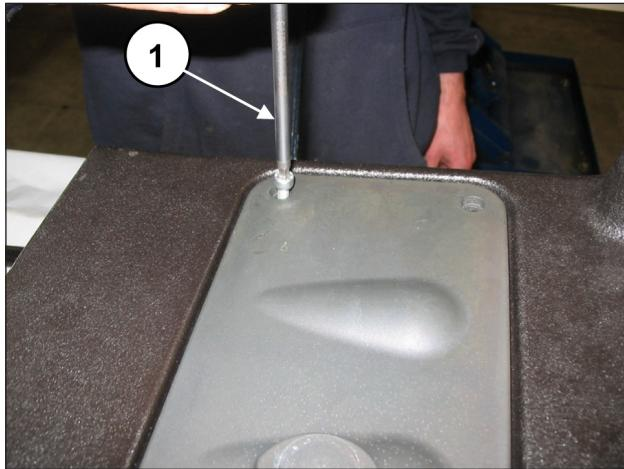
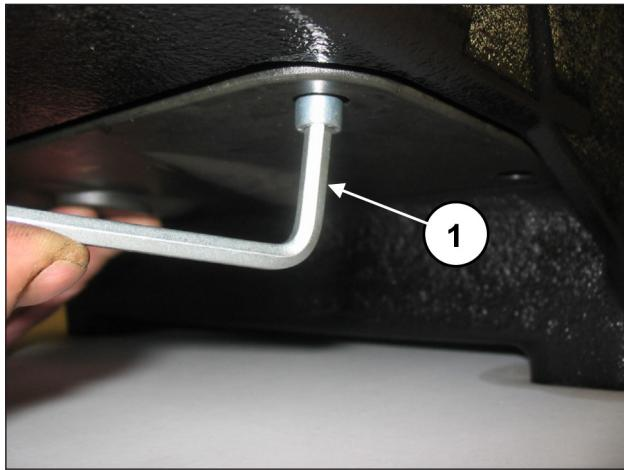

Fig. 139
Fig. 140
Déposer le couvercle d'inspection supérieur (rep. ①, Fig. 139) et inférieur (rep. ①), Fig. 140 en desserrant les 4+4 vis de fixation.